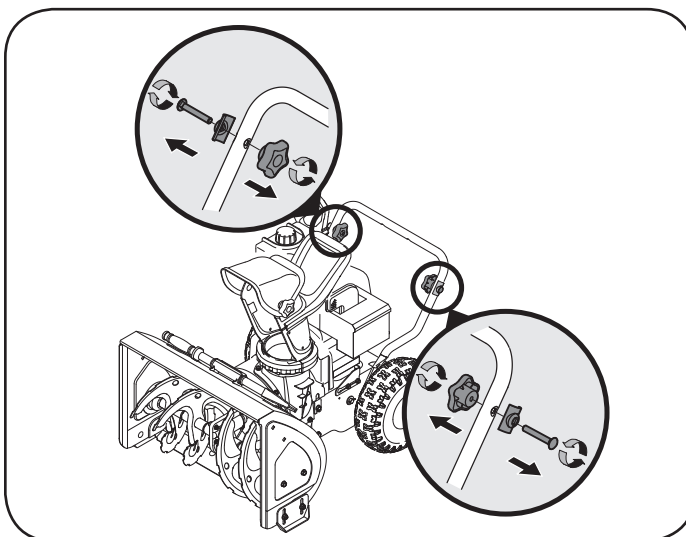
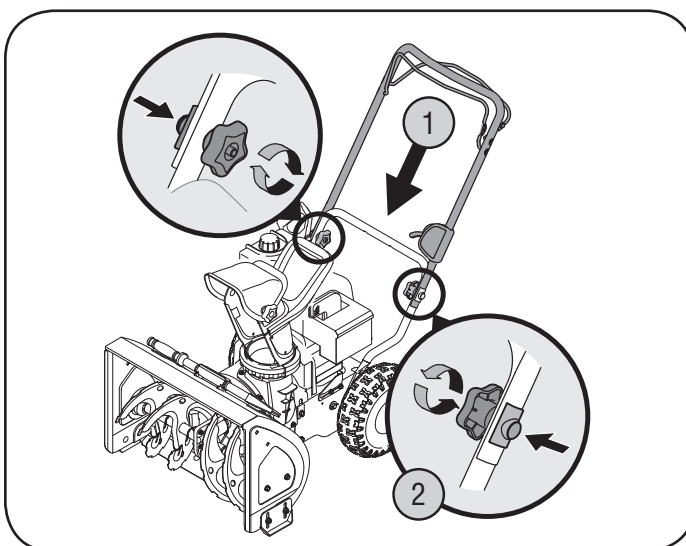

Figura 2
Figura 3
2. Desenroscar y remover la argolla del tornillo por cada lado la parte inferior del manubrio. Ver la figura 2.
5. Introducir el clavo en la ranura para tal efecto desde la parte exterior del manubrio atravesando los tubos superior e inferior de dicho manubrio y dentro de la argolla de sujeción (2). Repetir la operación por el otro lado.
6. Apretar las perillas de sobre cada lado del mango. Refiérase a la Figura 3.